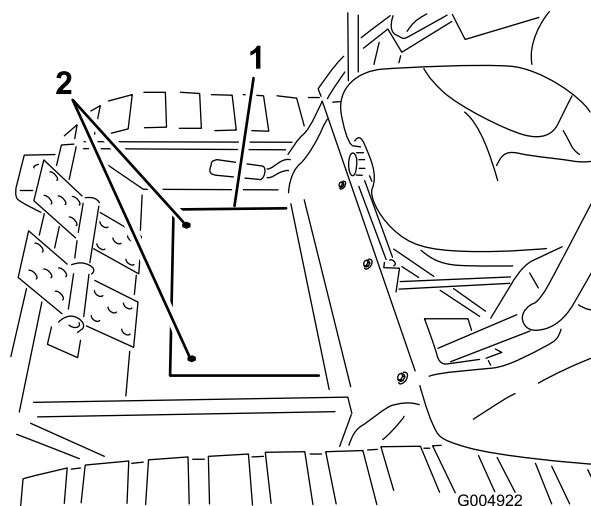

Рисунок 72
3. Отверните два болта крепления крышки панели пола и снимите крышку (Рисунок 72)